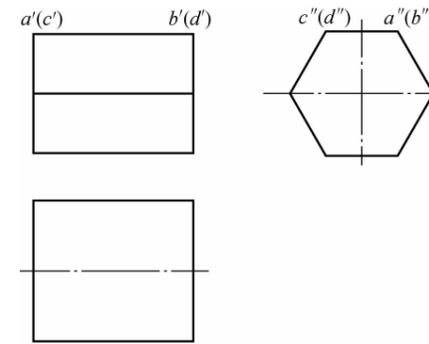

图 1-2-9
4. 如图 1-2-9 所示,完成正六棱柱点 A、B、C、D 的 H 面投影以及正六棱柱的轴测图。(12 分)